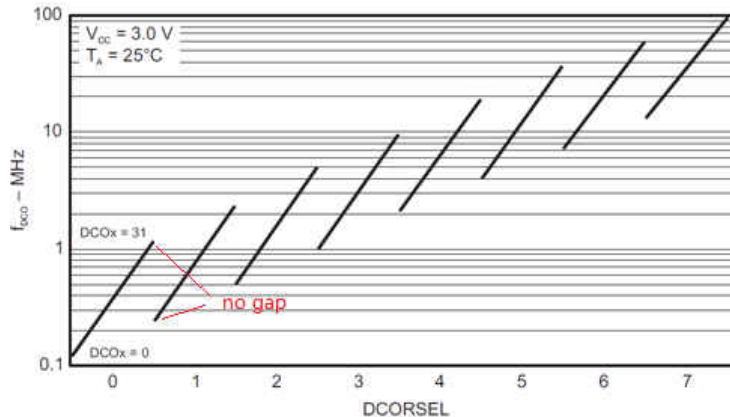

图 1-3. MSP430F5529 的典型 DCO 频率
- 对于 MSP430F5xx DCO，DCO 抽头的相邻 DCORSEL 值没有任何频率覆盖范围缺口。图 1-3 所示为 MSP430F5529 的典型 DCO 频率。结果表明，DCOx = 31 的频率始终高于下一个 DCORSEL 的 DCOx = 0。